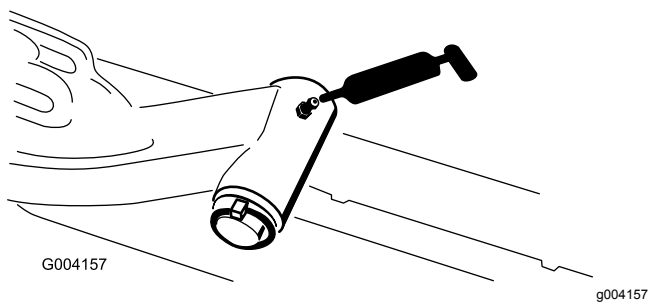

Figura 79
- Veio da articulação do braço de elevação (1 cada) (Figura 79)